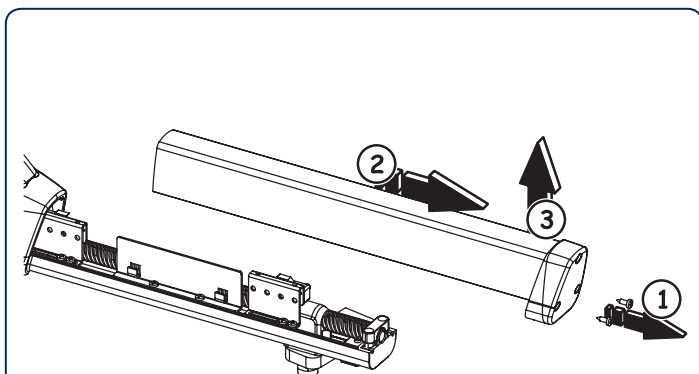

Fig. 23
1. Schroef de onderste twee schroeven van de dop op de voorkant los en verwijder de afdekking, fig. 23